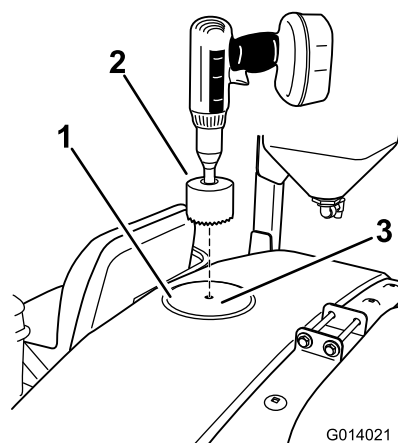

Figura 17
1. Localize o local frontal na parte superior do depósito como se mostra em Figura 17.
2. Utilize uma broca de 9 cm para fazer um furo na marca de perfuração (Figura 17).